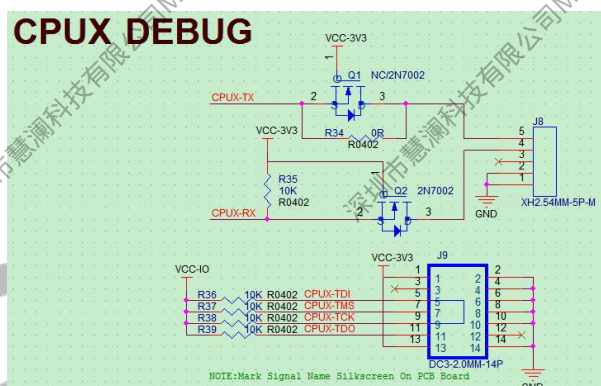

图 2-50 CPUX 的调试接口
- LRADC 按键键数选择，根据产品需要进行增加或者删减，LRADC 的电压采集范围为 0~1.266V，设计上请保证每个键值之间的电压间隔大于 0.2V 以上。分压电阻必须采用精度为 1% 的高精度电阻。如图 2-50。